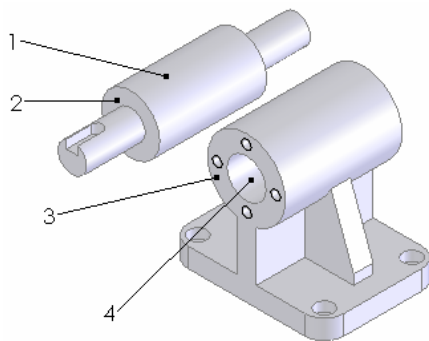

图 12-7 插入传动轴后的视图
⑦ 插入传动轴零件。选择菜单栏中的“插入”→“零部件”→“现有零件/装配体”命令, 插入传动轴。具体步骤可以参考上面的介绍, 将传动轴插入到图中合适的位置, 结果如图 12-7 所示。
⑧ 添加配合关系。选择菜单栏中的“插入”→“配合”命令, 或者单击“装配体”工具栏中的“配合”图标, 此时系统弹出“配合”属性管理器。用鼠标选择图 12-7 中的面 1 和面 4, 单击属性管理器中的“同轴心”图标, 如图 12-8 所示。将面 1 和面 4 添加为“同轴心”配合关系, 然后单击属性管理器中的“确定”图标按钮。重复此命令, 将图 12-7 中面 2 和面 3 添加为距离为 5 的配合关系, 注意轴在轴套的内侧, 结果如图 12-9 所示。